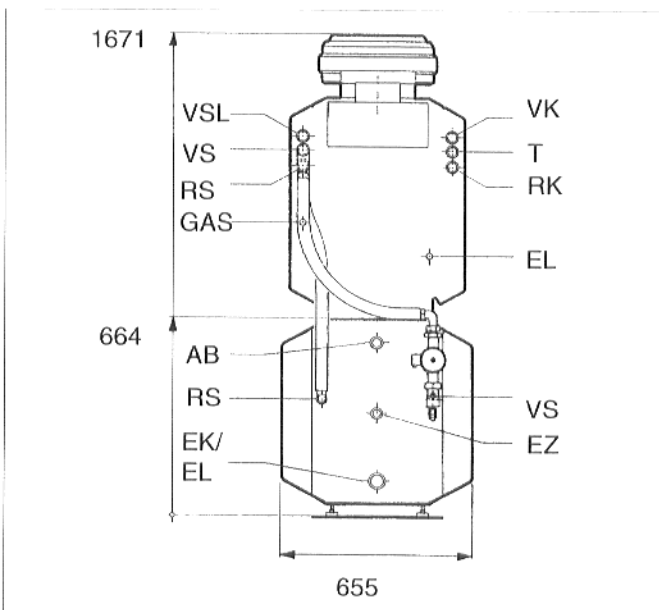

Fig. 3 Vista posteriore - modalità di collegamento 2 (dopo lo spostamento della guaina d'immersione e del tubo di collegamento per la mandata accumulatore)
2. Collegamenti come indicati in Fig. 3. Allo scopo svitare la guaina d'immersione («pozzetto») con una chiave a tubo SW 27 e riavvitarla sul lato sinistro della caldaia; spostare il tubo di mandata accumulatore della caldaia sul lato destro. Tutti i collegamenti devono ora essere effettuati come indicato in Fig. 3!